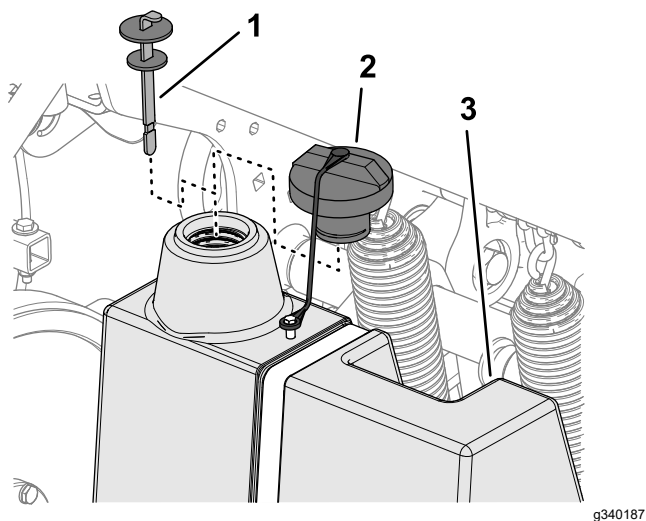

Figura 179
3. Curățați zona din jurul buonului și a capacului rezervorului de ulei hidraulic (Figura 179). Îndepărtați capacul de la buon.